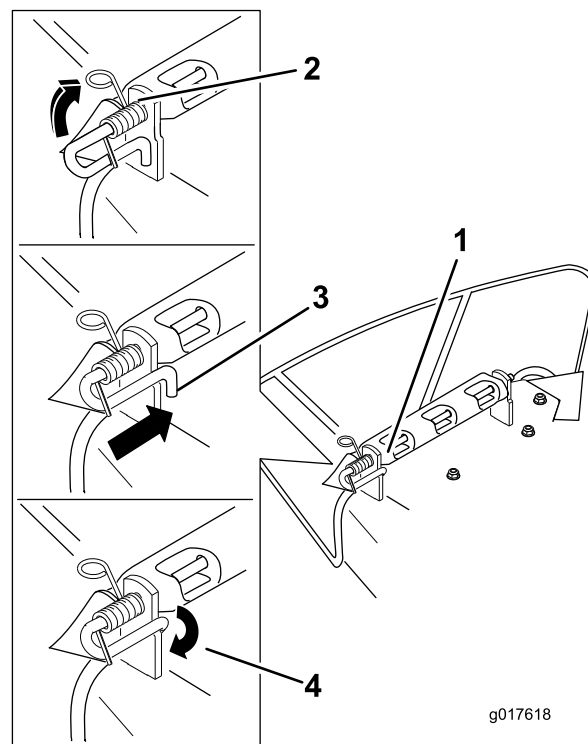

Figura 59
- Levante el extremo del muelle que tiene bucle y colóquelo en la muesca del soporte del deflector (Figura 59).
- Fije el conjunto de varilla y muelle torciéndolo de manera que el extremo corto de la varilla pueda colocarse detrás del soporte delantero que está soldado a la carcasa (Figura 59).